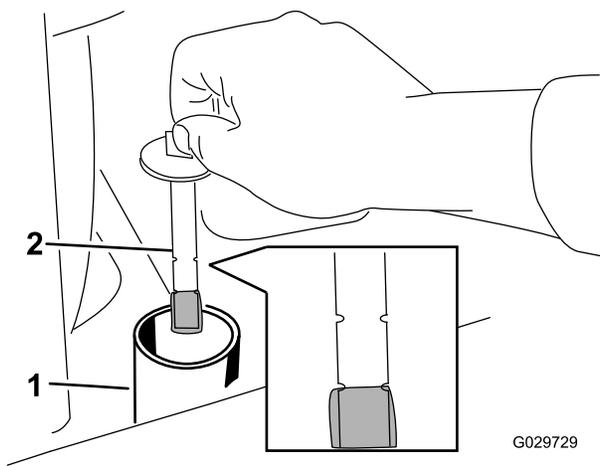

図 63
8. 油圧タンクの補給管のキャップを外し、ディップスティックで油量を点検する 図 63。